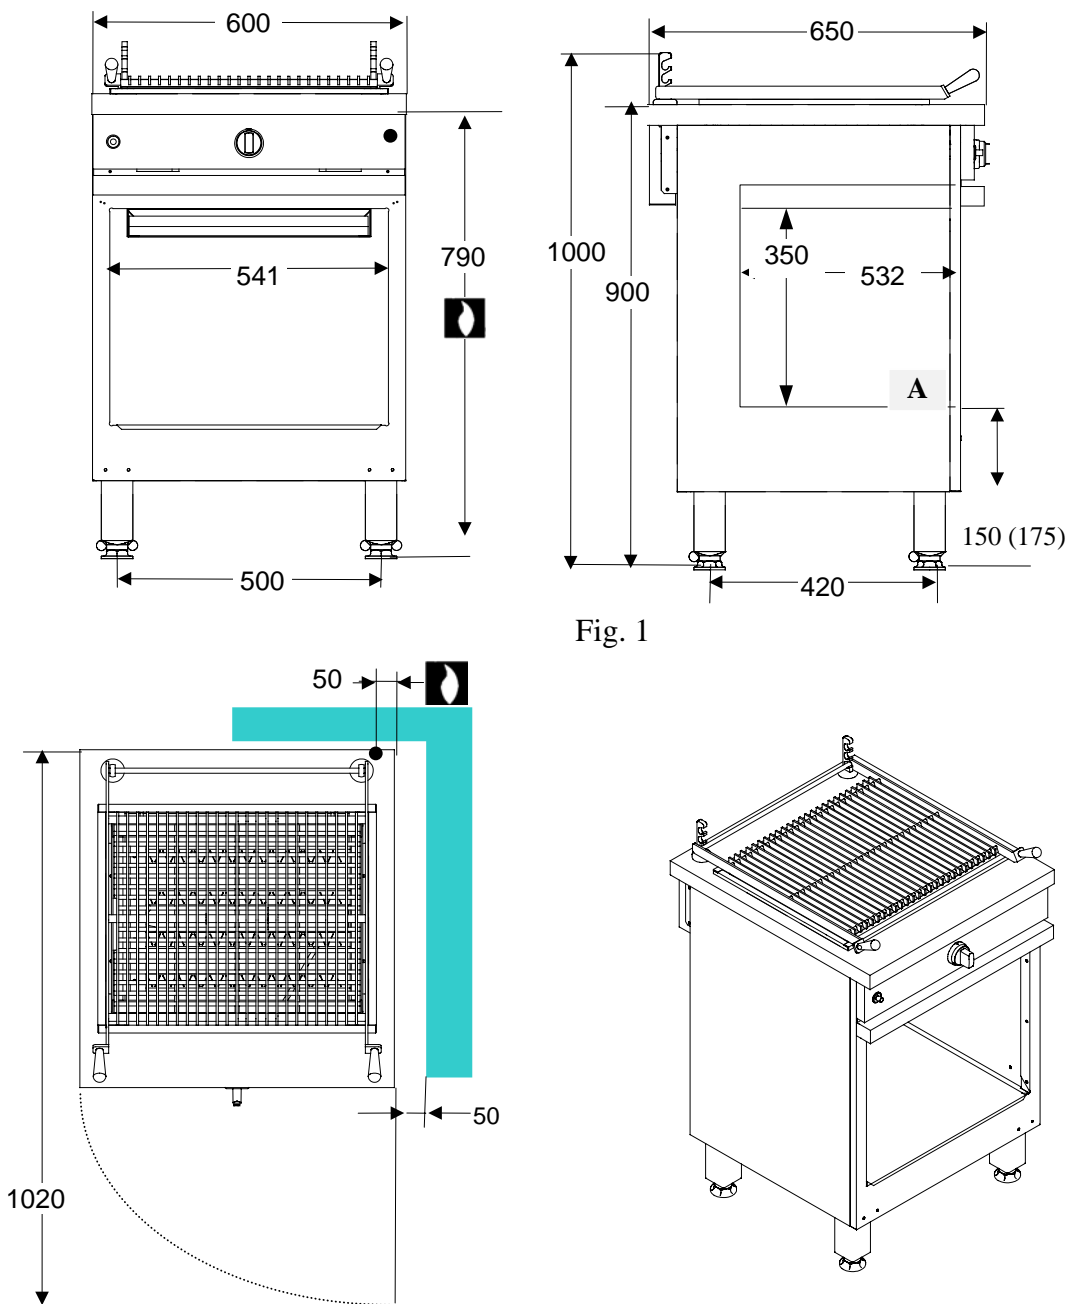

Fig. 1
(FR) Vérifier : - Le parfait état de propreté des canalisations, afin d'éviter l'obstruction des injecteurs et le dysfonctionnement des têtes magnétiques. Le gaz pour lequel l'appareil à été réglé : plaquette signalétique (A fig. 1) et marquage. La compatibilité de la section des canalisations d'alimentation avec la puissance de l'appareil (suivant fiche technique). La conformité du débit d'air neuf (voir tableau 1).
(GB) Check : - Pipework is perfectly clean in order to prevent the injectors becoming blocked and malfunctioning of the magnetic heads. The gas for which the appliance was set up: rating plate (A fig. 1) and markings. Cross-sectional area of gas supply pipework is compatible with the appliance's thermal output (as per technical data sheet). Correct fresh air flowrate (See table 1).
(NL) Eerst controleren : - Of de buisleidingen volkomen schoon zijn, om verstopping van de injectors en storingen in de werking van de magneetkoppen te voorkomen. Voor welk soort gas het apparaat is ingesteld: zie konstruktieplaatje (A fig. 1) en marking. Of de doorsnede van de toevoerbuizen afgestemd is op het vermogen van het apparaat (zie technische gegevens sheet van het apparaat). Juiste doorvoerhoeveelheid verse lucht (zien tabel 1).